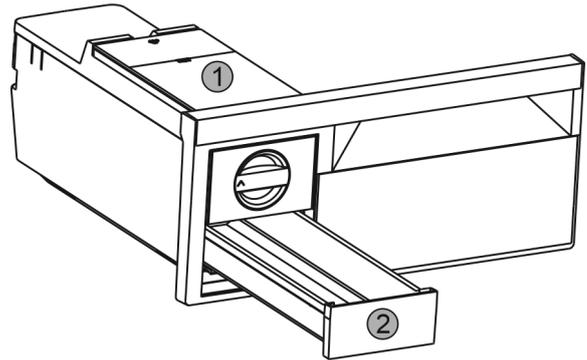

Fig. 45
- ▶ Enlever le réservoir d'eau Fig. 45 (1) et le tiroir à glaçons Fig. 45 (2).